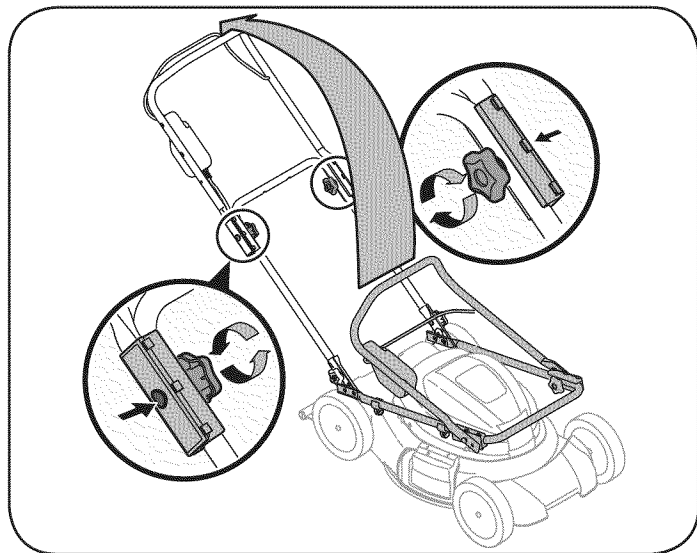

Figura 1
- b. Levante con cuidado y gire la manija superior a la posición de funcionamiento como se muestra en la Figura 1.